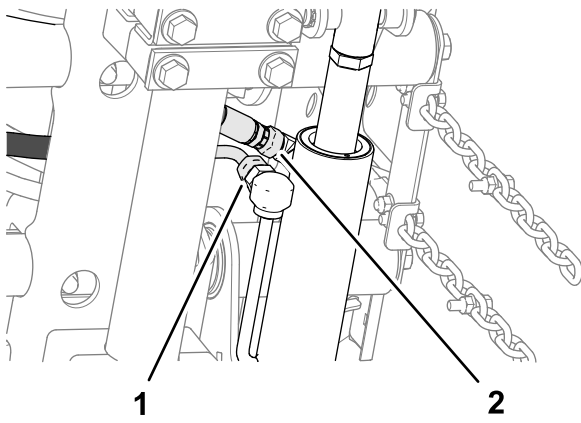

図 16
2. スペーサをキャリアプレートと取り付けプレートの間に合わせ 図 16、プレートとスペーサを仮止めるキャリッジボルト $\frac{3}{8}$ x $1\frac{1}{4}$ "、ワッシャ、フランジロックナット $\frac{3}{8}$ "を使用する。